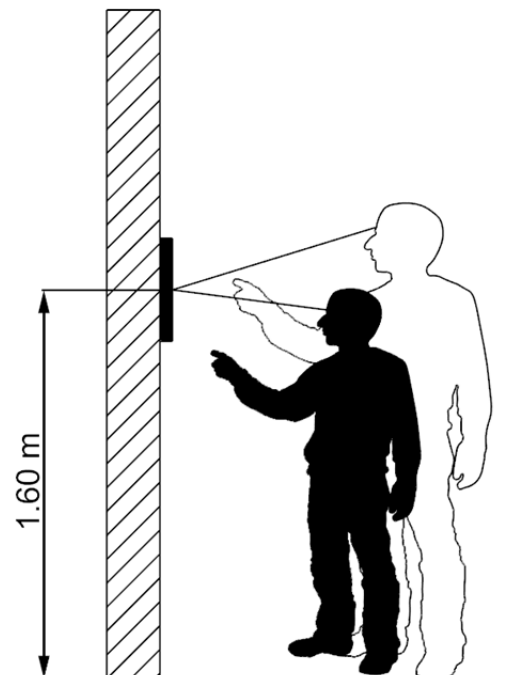

Abb. 1: Montagehöhe
- Für eine optimale Bedienung empfehlen wir eine Montagehöhe von 1,60 m (Abb. 1).